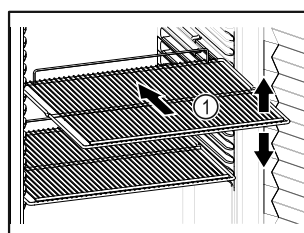

Fig. 61 Immagine a titolo di esempio
- ☐ Se è possibile spostare i ripiani *Fig. 61 (1)*, regolarli in altezza.